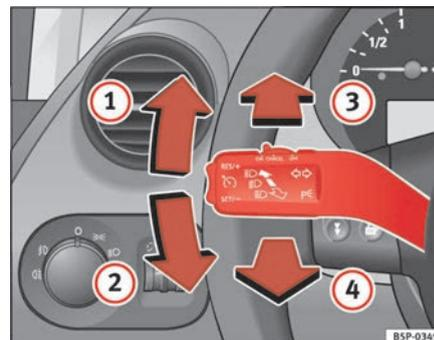

Fig. 78 Alavanca dos indicadores de direcção e dos máximos
- Carregar a alavanca para cima, até ao batente para cima ⇒ fig. 78 (1), para piscar **à direita** ou para baixo (2), para piscar **à esquerda**. ▶
- Empurrar a alavanca para a frente ⇒ **página 120, fig. 78 3**, para ligar os máximos.